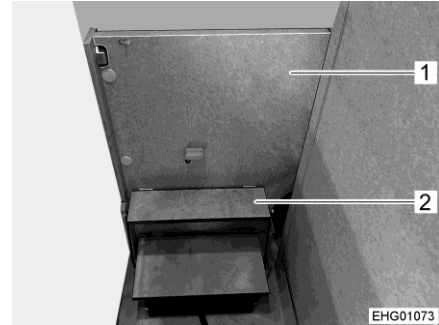

Fig. 60 Base di appoggio per la salita, aperta
- Estrarre dal vano la parete di separazione (Fig. 60,1) con la base di appoggio per la salita (Fig. 60,2).
- Spingere dentro il vano la parete di separazione (Fig. 60,1) con la base di appoggio per la salita (Fig. 60,2).